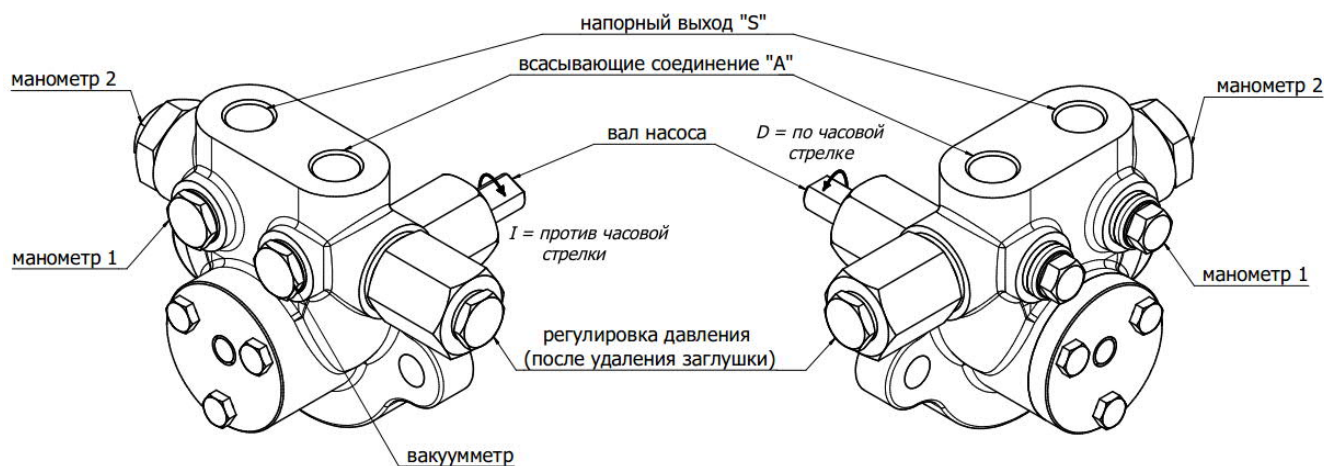

Рис. 1
- Заполнить насос маслом через всасывающее отверстие „А“ (см. Рис.1), затем присоединить всасывающий трубопровод.
- Для присоединения манометра удалите резьбовую пробку (см. Рис.1). Манометр, присоединенный над отверстием „А“, показывает давление во всасывающей стороне, над отверстием „S“ - показывает давление в нагнетающей линии. При выборе манометра обратите внимание на соответствие диапазона измерения диапазону рабочего давления насоса.
- Для регулировки давления насоса удалите резьбовую пробку (см.Рис.1).